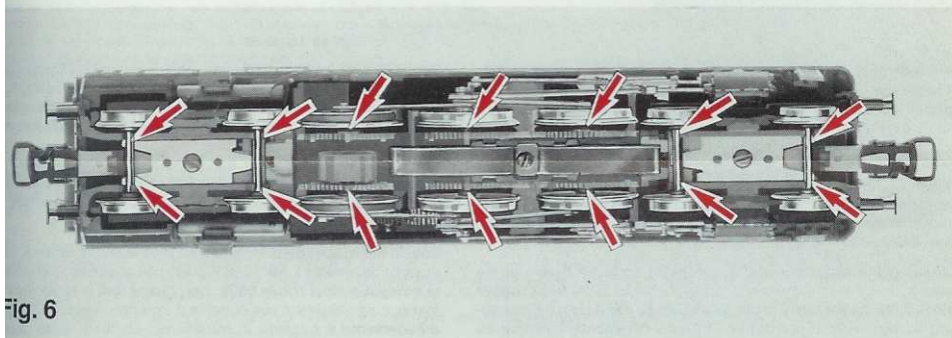

Fig. 6
...ei Räder sind zusätzlich mit Haftreifen ausgerüstet (Fig. 6).
**Traction tyres:** are fitted with traction tyres (fig. 6). **Spare traction tyres: 54 4009**.
Twee wielen zijn van anti-slipbandjes voorzien (fig. 6). **Reserve-anti-slipbandjes: 54 4009.**
Två hjul är utrustade med slirskydd (fig. 6). **Slirskydd: 54 4009.**